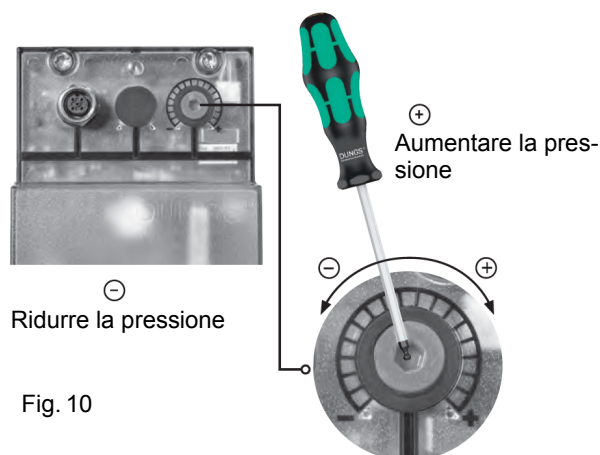

Fig. 10
**ATTENZIONE:** Per impostare la pressione in uscita del regolatore VD-R, agire sull'apposita ghiera di regolazione (Fig. 10)